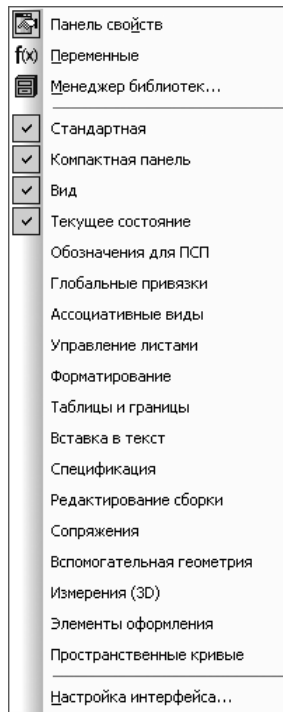

Рис. 2.10. Фрагмент всплывающее меню пункта **Панель инструментов** выпадающего меню пункта **Вид** главного меню
- **Панели инструментов** вызывает всплывающее меню, показанное на рис. 2.10.